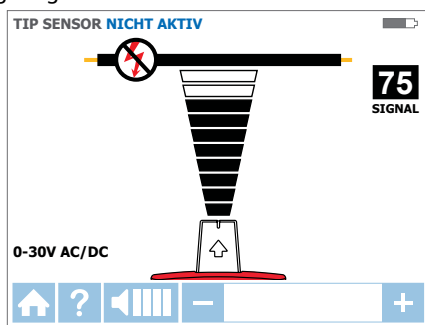

Abbildung 3.2c: Empfänger zeigt im spannungsfreien Modus SPITZENSENSOR ein erkanntes Signal
4. Tasten Sie den Zielbereich mit dem Spitzensensor ab, bis Sie den höchsten Signalpegel finden (Abbildung 3.2c). Regeln Sie die Empfindlichkeit im Laufe der Suche gelegentlich so nach, dass die Signalstärke etwa bei 75 verbleibt. Zur Empfindlichkeitsseinstellung nutzen Sie die Tasten + und -. Falls das Signal zu stark für eine präzise Lokalisierung sein sollte, schalten Sie den Sender in den Signalmodus LOW um.